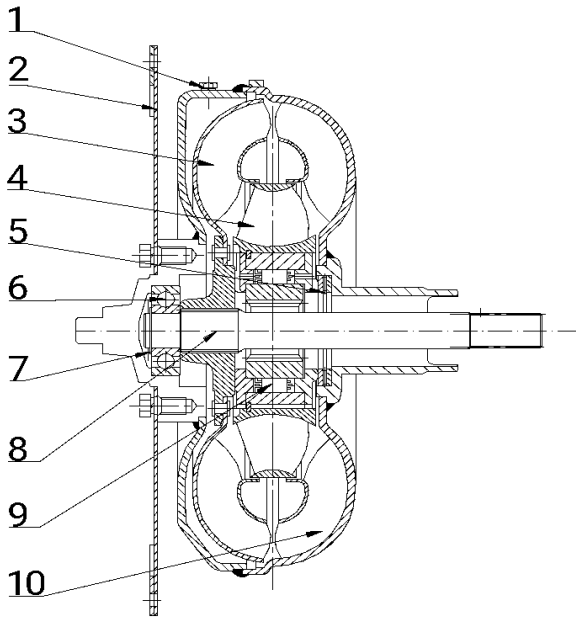

Figura 4 Schema strutturale del convertitore di coppia idraulico YJH265
Il diagramma della struttura del convertitore di coppia idraulico YJH265 è mostrato nella Figura 4. È costituito principalmente da componenti quali l'albero della turbina (8), la girante della pompa (10), la ruota di guida (4), la turbina (3) e la piastra di accoppiamento elastico (2).